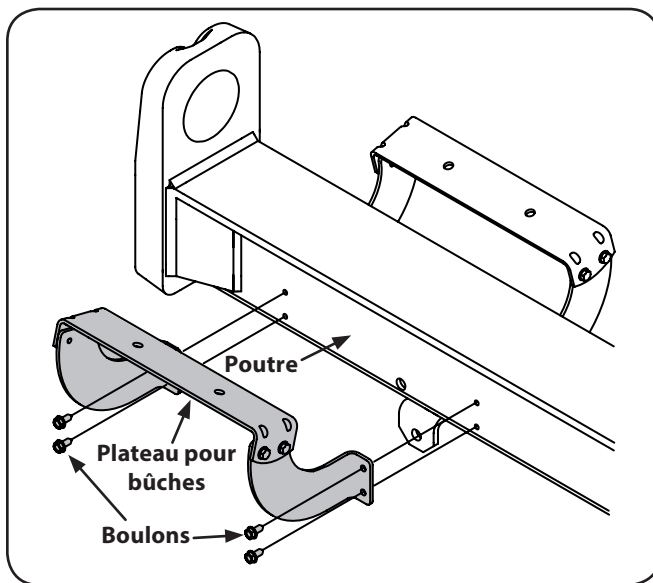

Figure 3-7
- Remplacez le plateau pour bûches sur le côté de la poutre où se trouve la soupape de commande en prenant soin d'aligner les trous du plateau avec ceux de la poutre. Voir Figure 3-7.